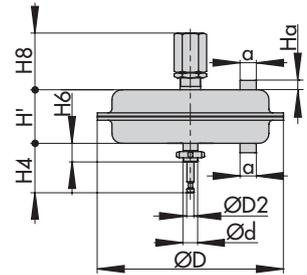

Fig. 20 : Type 3271 avec limitation de course supplémentaire
1) Limitation de course bidirectionnelle voir Fig. 20